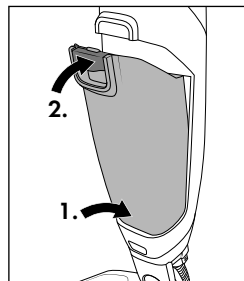

Fig. 15
- ◆ Inserire il contenitore di raccolta dello sporco **10** nel blocco motore **8** finché non s'innesta in modo udibile (vedere fig. 15).